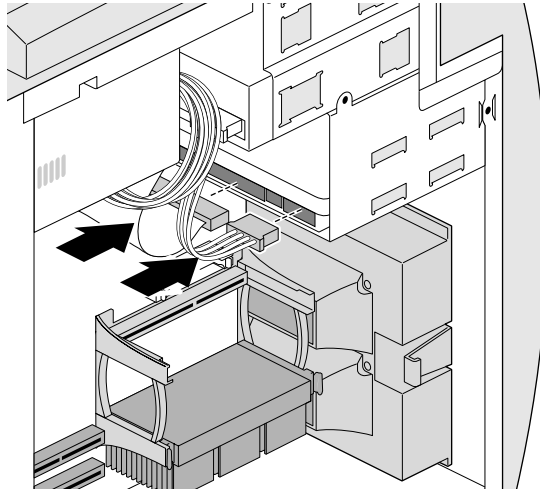

Abbildung 4-19 Anschließen der Kabel an eine interne Festplatte
9. Schließen Sie wie in Abbildung 4-19 die Stromversorgungs- und Flachkabel an der Rückseite des Laufwerks (bzw. der Laufwerke) an.